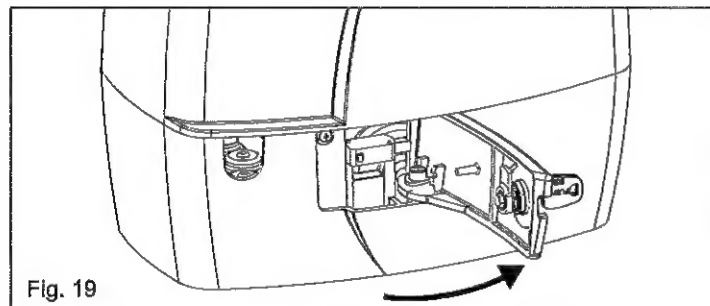

Fig. 19
- Tirer le levier de déverrouillage jusqu'à la battue, 90° environ (Fig.19).